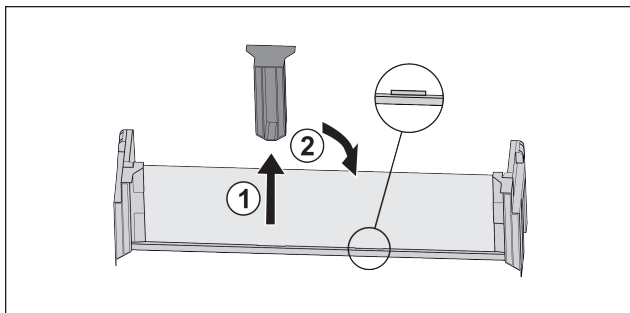

Fig. 110
- ▶ Trekk av den midtre holdedelen Fig. 110 (1).
- ▶ Sett inn den midtre holdedelen i andre posisjon Fig. 110 (2).